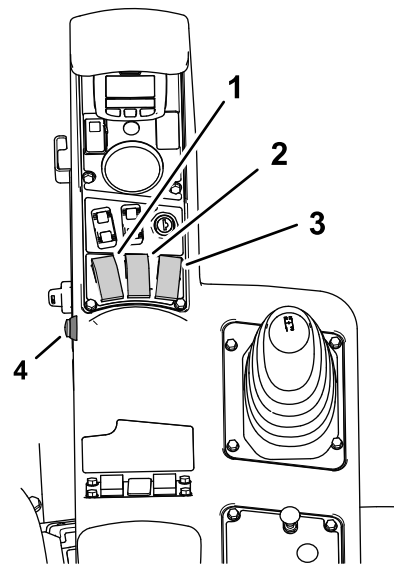
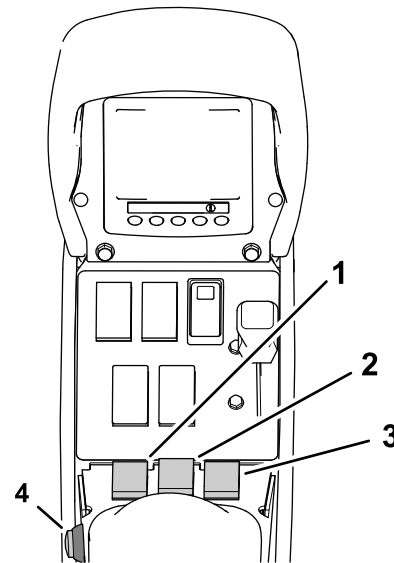

Figura 154
Figura 155
1. Spostate i tre interruttori delle sezioni (posti sul quadro di comando della macchina) in posizione di ACCENSIONE (Figura 154 e Figura 155).
2. Premete l'interruttore principale delle sezioni sulla macchina (Figura 154 o Figura 155).